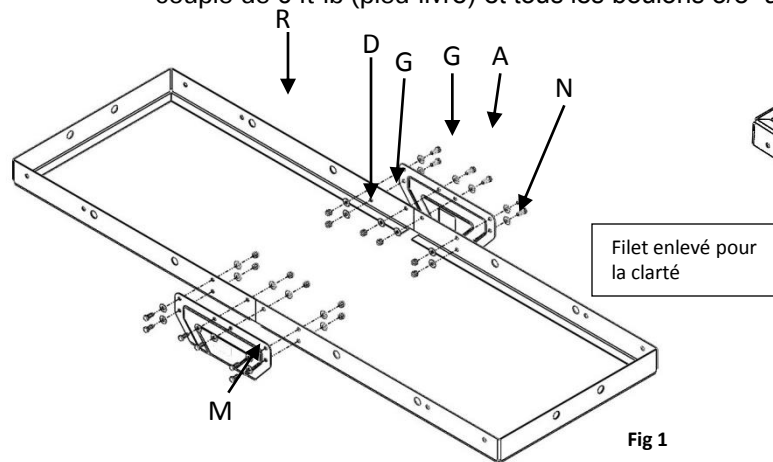

Fig 1
- Alignez les deux moitiés du panier sur le sol. Fixez chaque plaque d'extrémité en dehors du panier comme sur la Fig 1 et attachez sans serrer avec (12) boulons 1/4", (24) rondelles plates 1/4", et (12) écrous hexagonaux 1/4".
- Glissez la tige de 2" au travers du trou pour tige et alignez les trous des plaques d'extrémité. Alignez la plaque centrale à l'intérieur du panier avec les trous dans la tige et fixez sans serrer avec (2) boulons mécaniques 3/8", (2) rondelles plates 3/8", et (2) écrous 3/8".